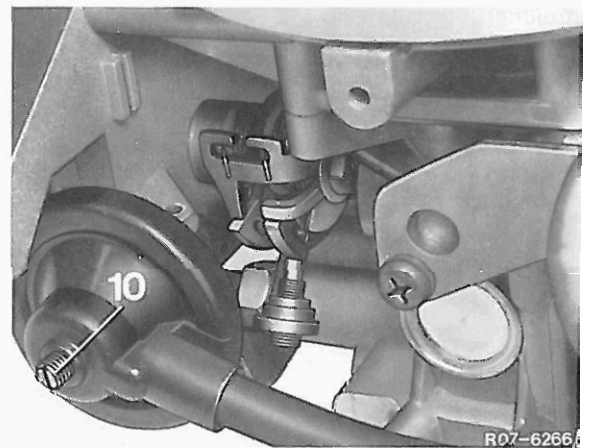

Bild 50
Hinweis: Überprüfen bzw. Einstellen des Starterklappenspaltmaßes nur bei beschädigter Farbplombierung der Einstellschraube (10) erforderlich (Bild 50).